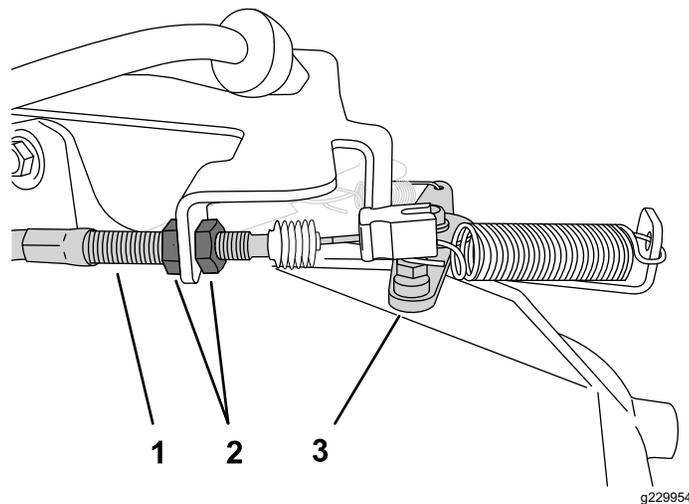

Figura 44
2. Per aumentare il minimo inferiore, in corrispondenza dell'alloggiamento dei cavi dell'acceleratore, allentate il controdado anteriore e serrate il controdado posteriore (Figura 44).